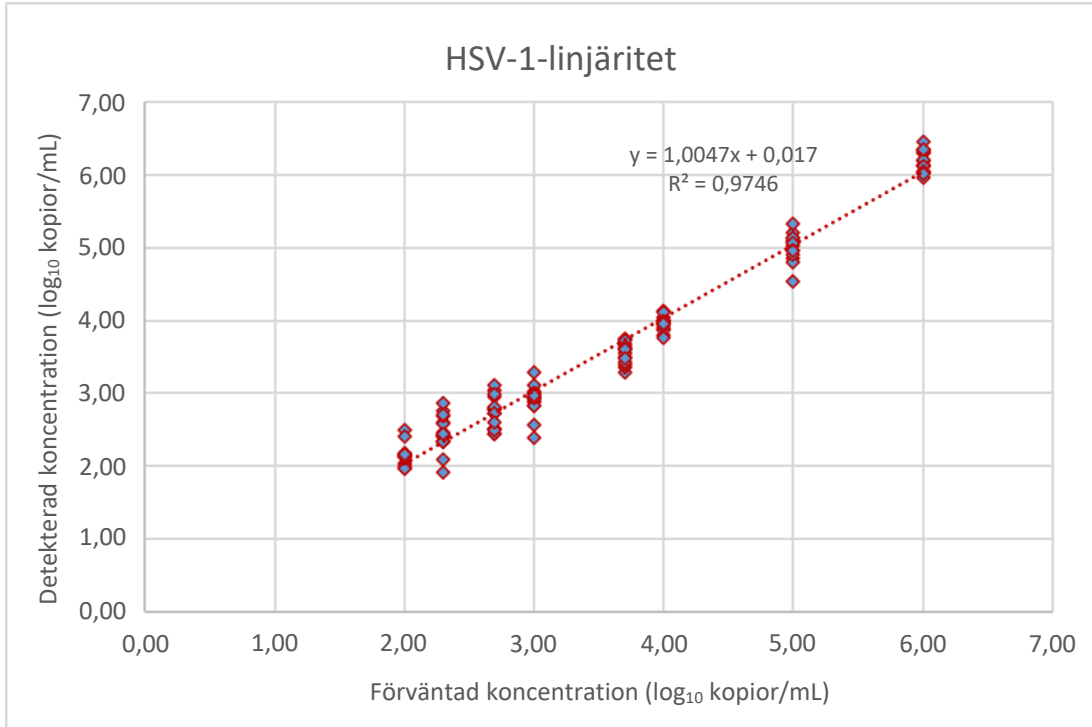

Bild 2: Linjäritet för NeuMoDx™ HSV 1/2 Quant Assay för HSV-1
Linjäriteten för NeuMoDx™ HSV 1/2 Quant Test Strip fastställdes i plasma genom att preparera en spädningsserie med HSV-1-verifieringspanelen och EDX HSV-2-verifieringspanelen (Exact Diagnostics). Åtta (8) seriella spädningar av HSV-1-/HSV-2-paneler preparerade i HSV-1/HSV-2-negativt human plasma skapades för att sträcka sig över ett koncentrationsintervall på 6–2 log₁₀ kopior/mL. HSV-1-/HSV-2-analyskoncentrationer som NeuMoDx™ System rapporterat jämfört med förväntade värden visas på bild 2 och 3.